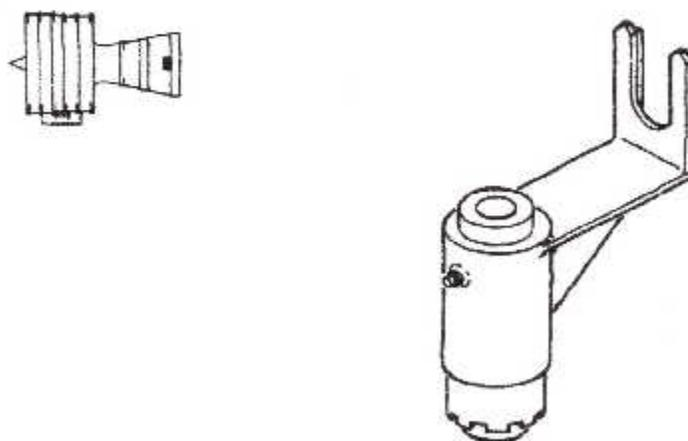
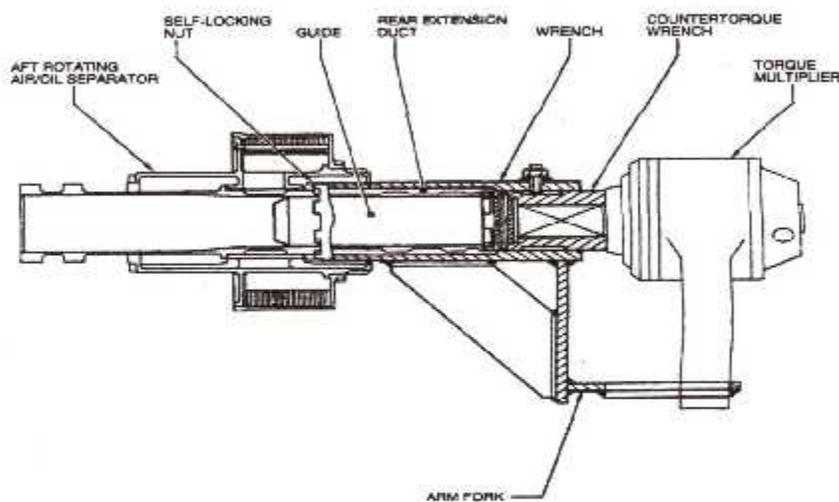

Fig. III. 22 : Clé, 856A3392G01.
Fig. III. 23 : Dépose de la Partie Tournante à l'Arrière du Séparateur Air/Huile.
a. On dépose la partie tournante à l'arrière du séparateur Air/huile à l'aide du **Clé**, **856A3392G01** (fig. III. 22), (fig. III. 23) comme suit :